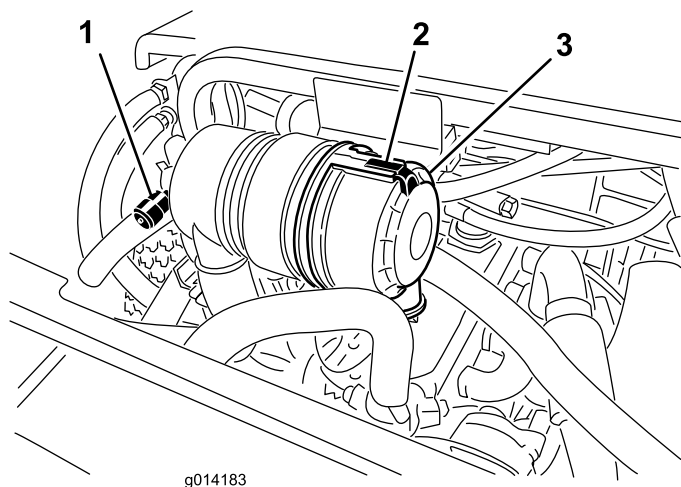

Figure 30
Faites l'entretien du filtre à air uniquement quand l'indicateur de colmatage (Figure 30) indique que cela est nécessaire. Changer le filtre à air prématurément ne fait qu'accroître le risque de contamination du moteur par des impuretés quand le filtre est déposé.
1. Desserrez le verrou qui maintient le couvercle sur le boîtier du filtre à air (Figure 30).